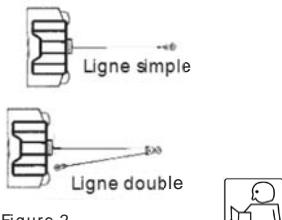

Figure 2
1. La charge nominale maximale concerne la couche du câble métallique située le plus près du tambour. NE SURCHARGEZ PAS. NE TENZEZ PAS DE TIRER UNE CHARGE LOURDE PENDANT UNE DURÉE PROLONGEE. Toute surcharge pourrait endommager le treuil et/ou le câble métallique et engendrer des conditions d'utilisation dangereuses. POUR LES CHARGES DÉPASSANT DE $\frac{1}{2}$ LA CAPACITÉ NOMINALE, NOUS RECOMMANDONS D'UTILISER LA MOUFFLE EN OPTION AFIN DE DOUBLER LE CÂBLE MÉTALLIQUE (Figure 2). Cela réduit la charge sur le treuil et la tension sur le câble métallique d'environ 50 %. Fixez le crochet sur la partie porteuse. Le moteur du véhicule doit fonctionner pendant l'utilisation du treuil. En cas d'utilisation importante du treuil pendant que le moteur est éteint, la batterie pourrait devenir trop faible pour redémarrer le moteur.